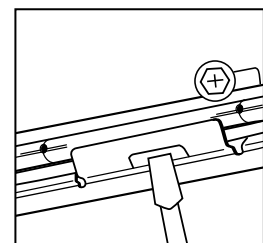

Figure 4
Step 2. Slide fixture along bar hangers into desired location. Use locking screws or slot to secure (Fig. 4).
Paso 2. Deslice el artefacto a lo largo de los estribos de suspensión hasta alcanzar la ubicación deseada. Use tornillos o una ranura de fijación para asegurarlo (Fig. 4).